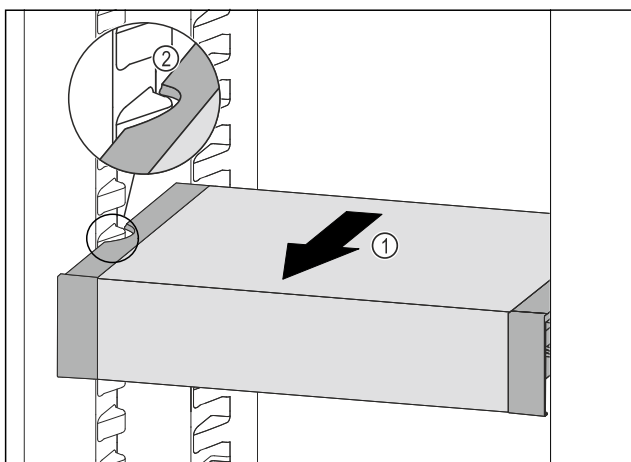

Fig. 237
- Táhněte VarioSafe dopředu Fig. 237 (1), dokud nebudou boční vybrání VarioSafe na úrovni žebrování na nádoby v chladniče. Fig. 237 (2)